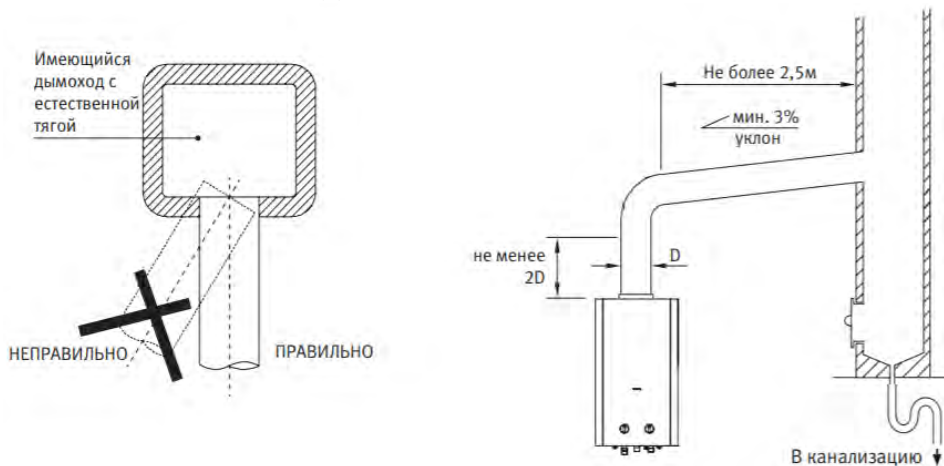

Рис.8
- Длина соединительного участка должна по возможности быть как можно более короткой, с горизонтальным участком не более 2,5 м (см. рис.8);
- На выходе из водонагревателя соединительный участок перед поворотом должен иметь вертикальный отрезок длиной не менее двух диаметров патрубка подключения дымохода (см. рис.8);
- После вертикального отрезка труба соединительного участка должна иметь постоянный восходящий уклон не менее 3% в сторону водонагревателя (см. рис.8);
- Выпускная труба должна иметь перпендикулярное присоединение относительно противоположной внутренней стенки дымохода (см. рис.8);